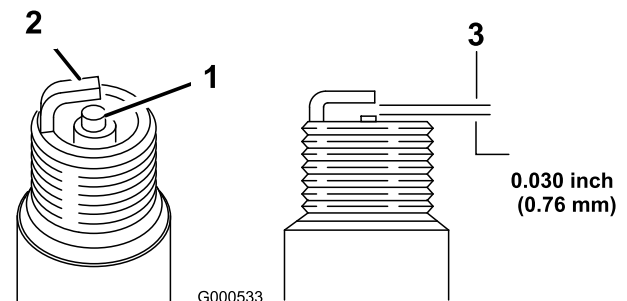

Figure 26
1. Examinez le centre de la bougie (Figure 26). Si le bec de l'isolateur est recouvert d'un léger dépôt gris ou brun, le moteur fonctionne correctement. S'il est couvert d'un dépôt noir, c'est généralement signe que le filtre à air est encrassé.
2. Contrôlez l'écartement entre les électrodes centrale et latérale (Figure 26) et pliez l'électrode latérale si l'écartement est incorrect.